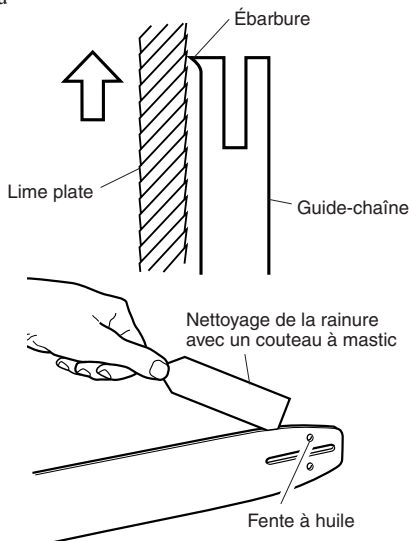

Figure 19 - Entretien de la guide-chaîne
2. Retirer périodiquement la sciure se trouvant dans la rainure de la guide-chaîne. Utiliser un couteau à mastic ou un morceau de fil de fer (Voir la Figure 19).